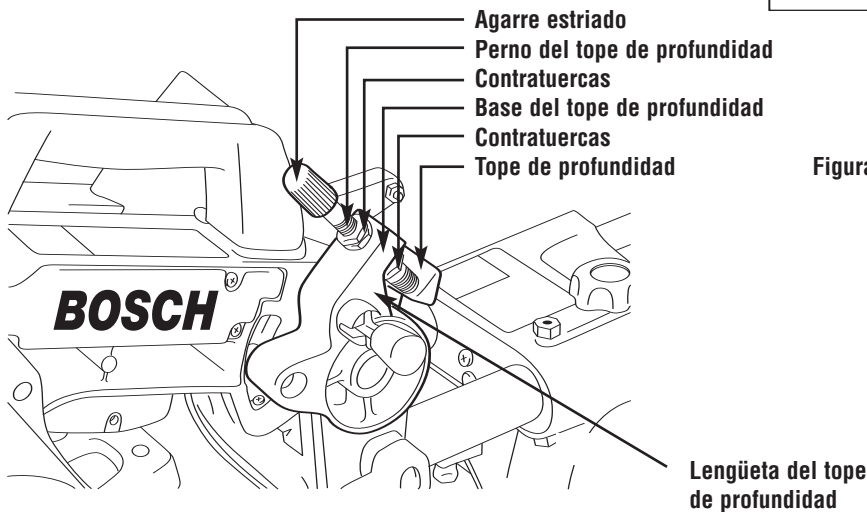

Figura 31. Corte de ranuras
1. Ajuste la profundidad de corte aflojando las contratuercas ubicadas en el perno de ajuste de profundidad (Figura 31). No cambie la posición de las dos (2) contratuercas que están en el extremo del perno.